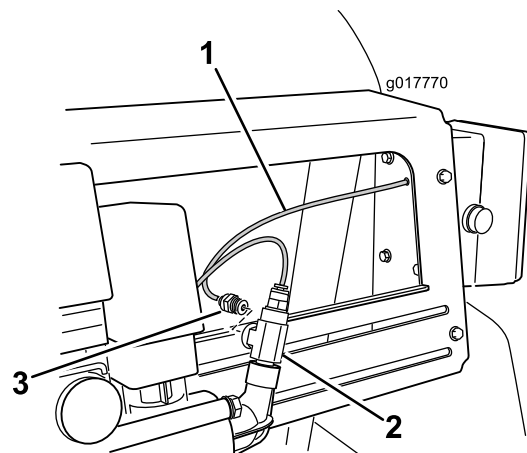

Figura 7
3. Individuate il tubo rosso dell'indicatore di pressione proveniente da dietro la scatola di comando e collegatelo all'attacco libero del raccordo a T (Figura 7).